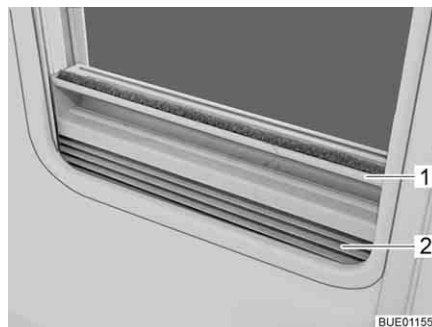

Fig. 30 Tendina oscurante pieghevole
- Chiusura:* ■ Afferrare la tendina oscurante pieghevole (Fig. 30,2) per la parte centrale della barra di presa (Fig. 30,1), tirarla dal basso verso l'alto e rilasciarla nella posizione desiderata. La tendina oscurante pieghevole rimane in questa posizione.